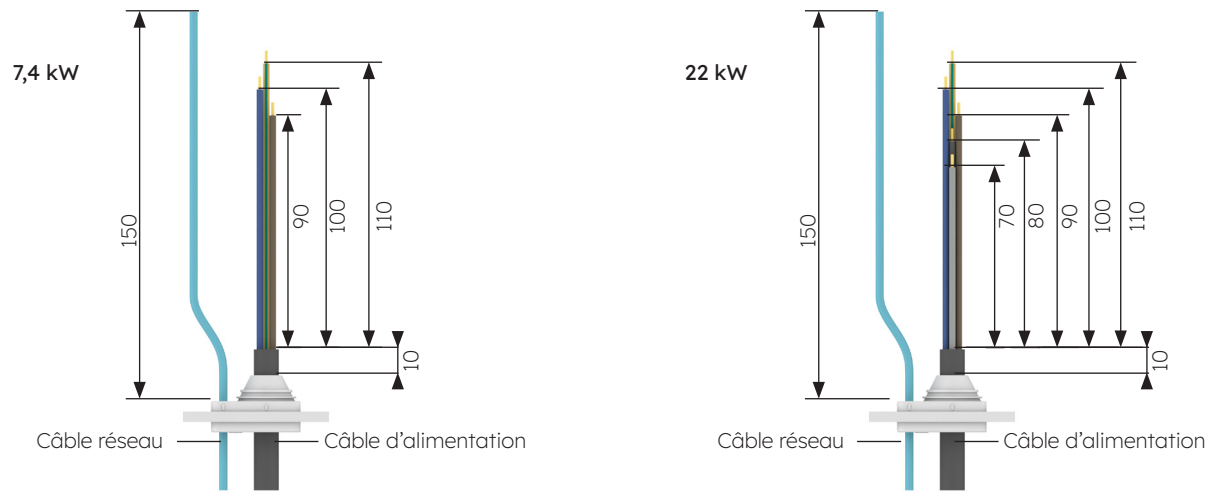

Figure 6. Longueur d'entrée de câble (unité : mm)
- 4 Contrôlez la longueur d'entrée de câble et la longueur de dénudage conformément aux exigences de la figure 6. Le câble d'alimentation est un câble flexible qui doit être sertie avec une borne annulaire. Le câble CAT5 ou CAT6 peut être utilisé comme câble réseau, et le câble réseau est sertie avec le connecteur de câble réseau.